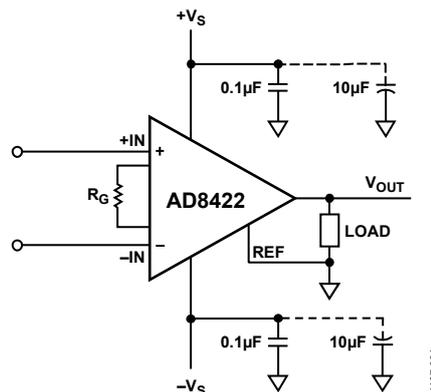

図 60.電源デカップリング、REF、ローカル・グラウンド基準の出力
0.1 μF のコンデンサを各電源ピンのできるだけ近くに配置する必要があります。バイパス・コンデンサのリード長は高周波でクリティカルになるため、表面実装型コンデンサの使用が推奨されます。バイパス・グラウンド・パターン内の寄生インダクタンスは、バイパス・コンデンサにより形成される低インピーダンスとは反対の働きをします。図 60 に示すように、10 μF のコンデンサをデバイスから離れたところに接続することができます。低周波数で効果的な大きな値のコンデンサの場合は、電流リターン・パスの長さは問題になりません。多くの場合、このコンデンサは他の高精度 IC と共用することができます。